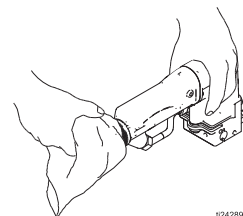

FIG. 18 Tabanca Gövdesi Temizleme
5. Yumuşak bir bezi solvante ıslatın ve fazla solventi sıkarak akıtın. Tabancanın dışını ve tabakayı temizce silin. Bkz. FIGURE 18.